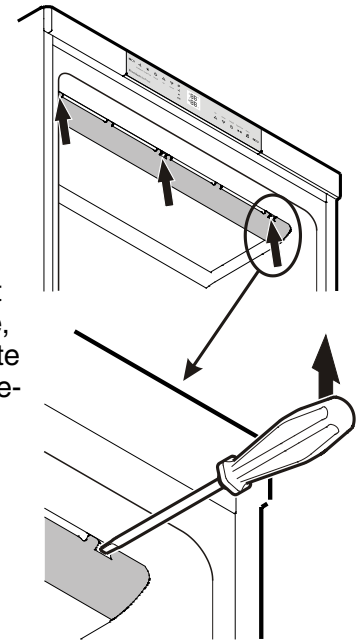

Figure 15
1. Désenclipser précautionneusement le cache à gauche, au milieu et à droite à l'aide d'un tourne-vis - **Figure 15**.